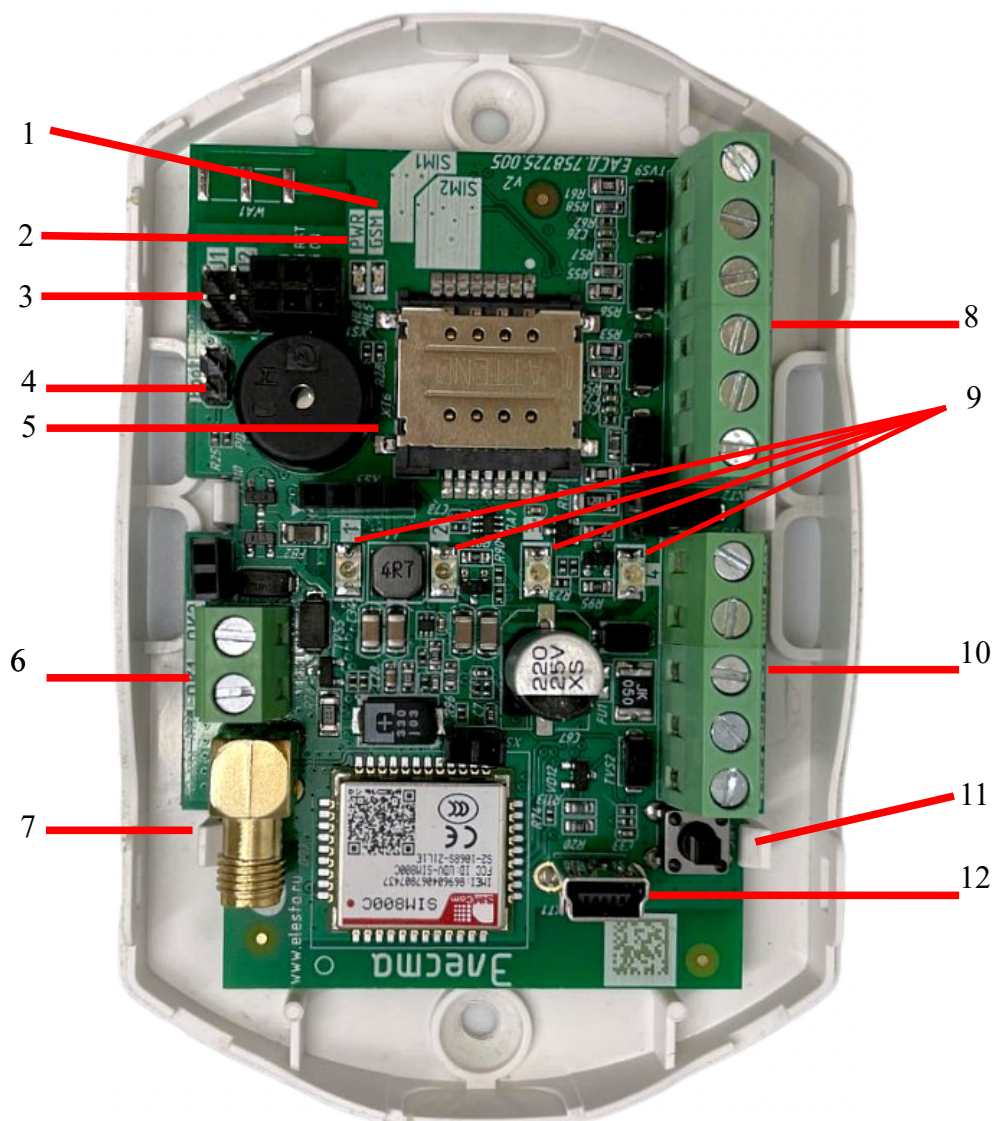

Рисунок 2.2 - Вид прибора с открытой крышкой. Плата версии 2.0 (Юпитер-2421)
2. Плата прибора Юпитер-2425 ( подробнее см. Рисунок 2.2);